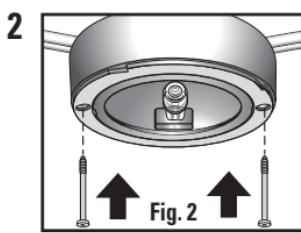

Fig. 2
Tenez la cloche du réflecteur au-dessus des trous que vous avez percés antérieurement conformément aux instructions pendant que vous acheminez les deux fils attachés à la cloche du réflecteur à travers le logement. En utilisant deux (2) des vis N° 6 x 1 po (incluses), assujettissez le corps de la cloche du réflecteur de la lampe contre la surface de montage comme illustré (**Fig. 2**). Acheminez les fils en dessous de la partie du logement comportant des entailles. **REMARQUE** : assurez-vous que vos fils sont parallèles au mur ou aux surfaces des meubles à la sortie.